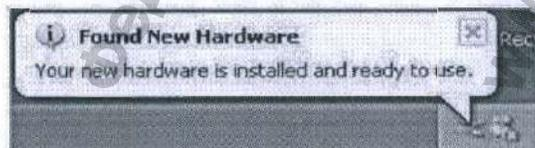

Рис. 10.3.16
**Примечание:** При первом подключении изделия в правом нижнем углу система выводит сообщение «Найдено новое оборудование. Новое оборудование установлено и готово к использованию (Found New Hardware. Your new hardware is installed and ready to use)», как показано на рис. 10.3.16, из чего следует, что драйвер USB установлен успешно.